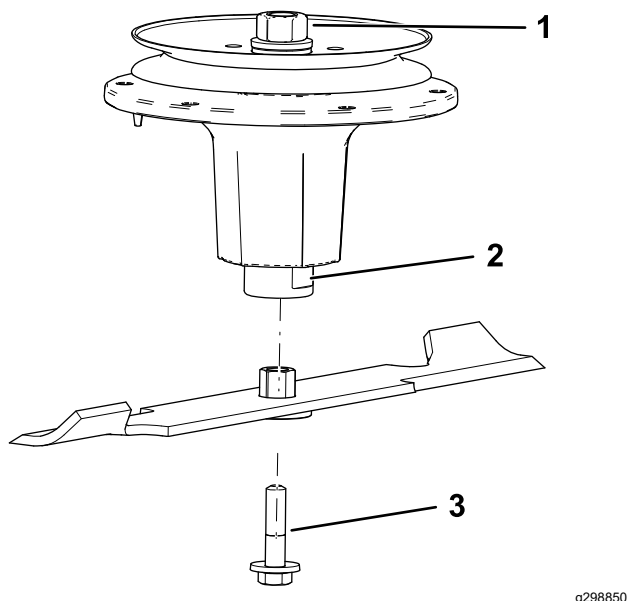

Figura 81
2. Instale el conjunto de buje/cuchilla en el eje (Figura 81).